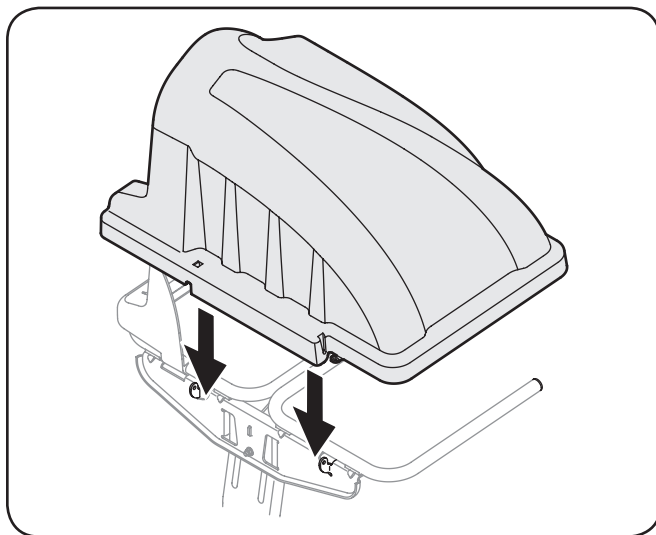

Figure 4-13
3. Installez le couvercle du sac à herbe sur le dispositif de soutien de sac, comme illustré à la Figure 4-13. Le couvercle du sac à herbe doit être inséré dans les deux onglets de fixation se trouvant sur le dispositif de soutien du sac.